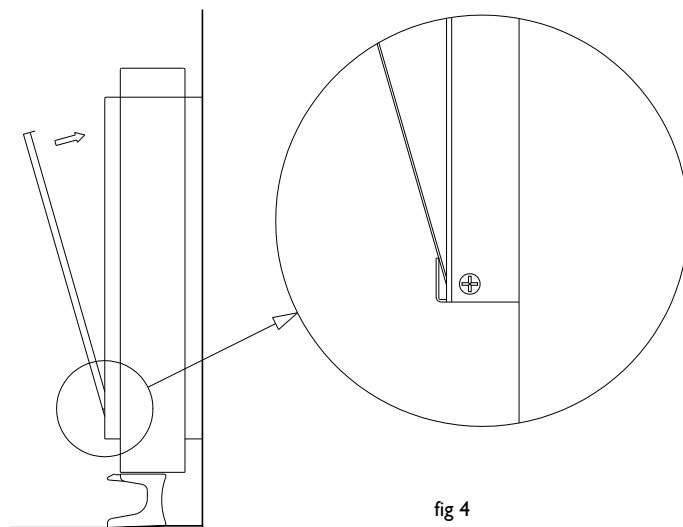

fig 4
11.- Volte a montar o painel interior, encaixando a parte inferior (fig.4). Se montar os ladrilhos de forma correta não terá qualquer dificuldade.